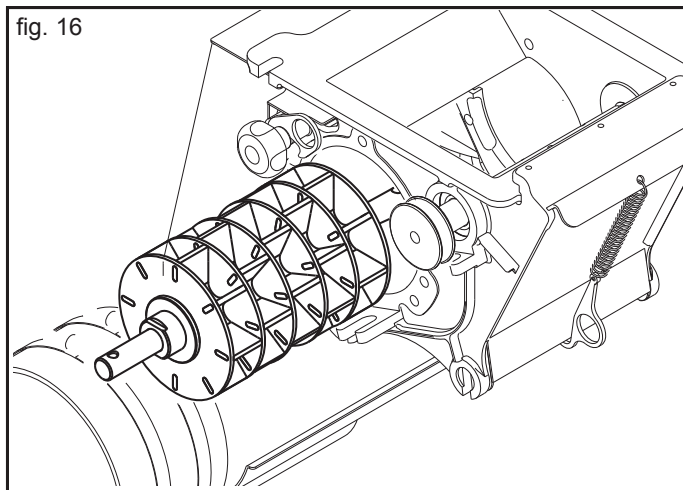

fig. 16
- 2) Handrad weit loesen oder ganz abschrauben. (Abb. 16).